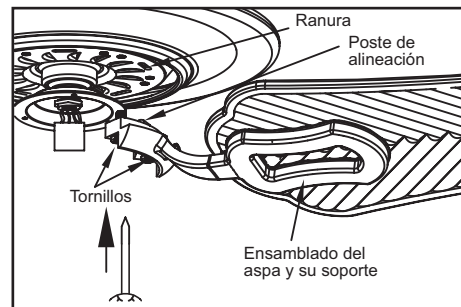

Figura 14
3. Ajusta el ensamblado del aspa al motor insertando el poste de alineación dentro de la ranura de la parte inferior del motor y aprieta los tornillos del soporte del aspa. Por favor, ten en cuenta que los tornillos del soporte de aspa están previamente instalados en el soporte del aspa (Figura 14).